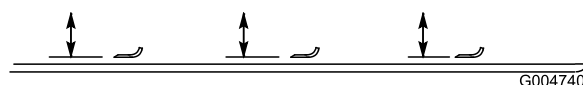

Рисунок 140
4. Поверните нож так, чтобы его концы были направлены вперед и назад, и измерьте расстояние между внутренней частью режущего блока и режущей кромкой в передней части ножа (Рисунок 140).